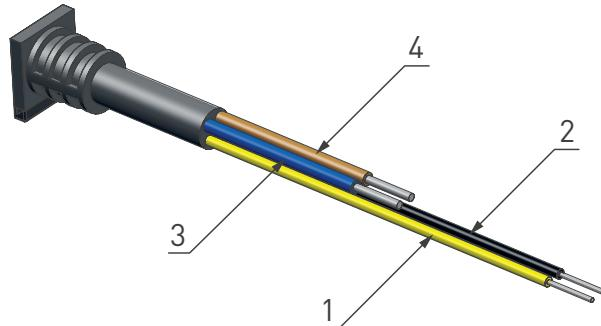

Рис. 2.
- 3.4. Подключите провода от шины DALI к выводам 1 — желтый и 2 — черный, рис. 2. Если управление DALI не предусматривается, оставьте неиспользуемыми провода, надежно изолировав выводы.
- 3.5. Подключите обесточенные провода электросети к входным проводам (3 и 4) с цветами «синий» — ноль и «коричневый» — фаза (см. рис. 2).